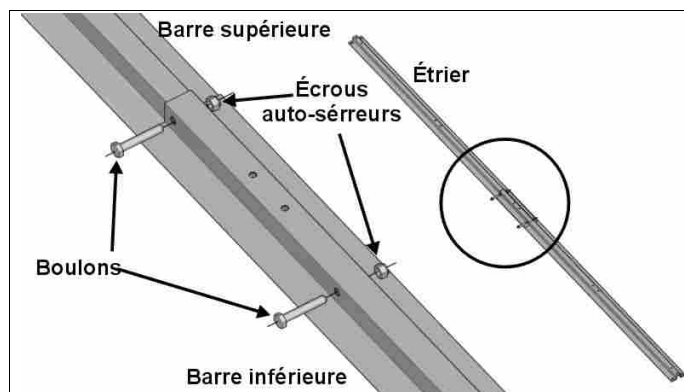

Fig. 3: Étriers de support
2. Il est recommandé d'utiliser des cartons ou tout autre matériel sur le sol comme base d'appui pour la préparation du tableau. Préparez deux étriers de montage pour chaque tableau en assemblant une barre supérieure (en "U" étroite) et une barre inférieure (en "U" large): introduisez la barre étroite sur celle large en alignant les trous de passage des boulons et serrez-les avec les boulons et les écrous auto-sérreurs (Fig. 3).